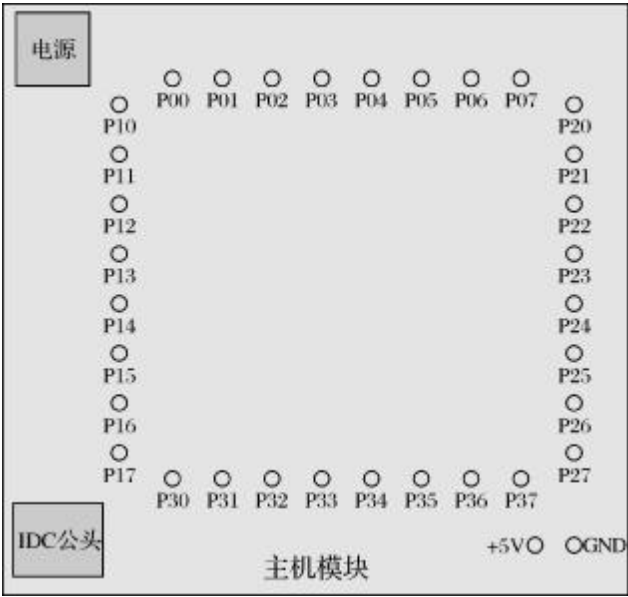

图 1-10 主机模块面板
②为了方便与其他模块连接,将单片机的 32 根接口线和电源线引出至接线插孔,制作完成后的面板如图 1-10 所示.